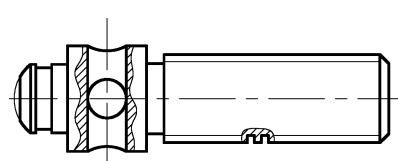

图 11-16 绘制相贯线示例
7) 绘制相贯线。选择“绘制”面板→“圆弧”命令，使用“起点、端点和半径”的方法绘制圆弧，利用捕捉圆孔两端点和输入半径 23，绘制圆弧，结果如图 11-16 所示。